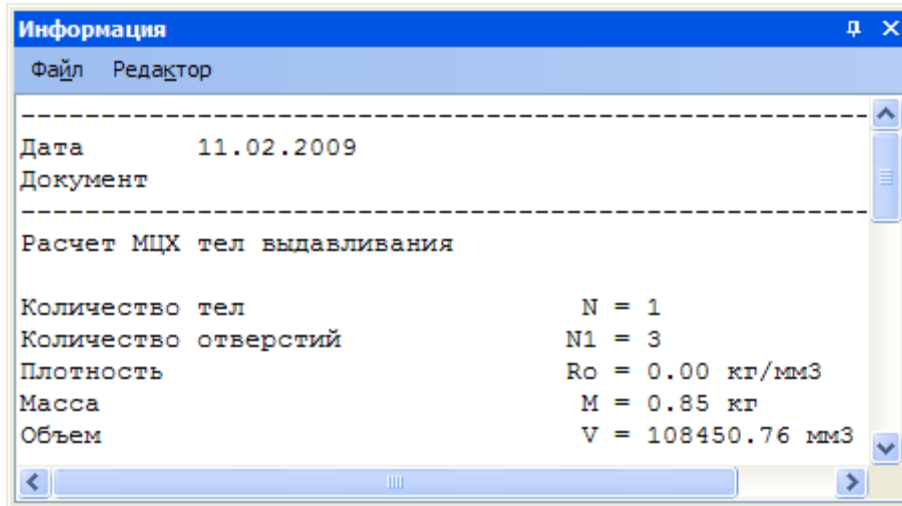

Рисунок 20.
- Запомните значение массы детали (рис. 20).